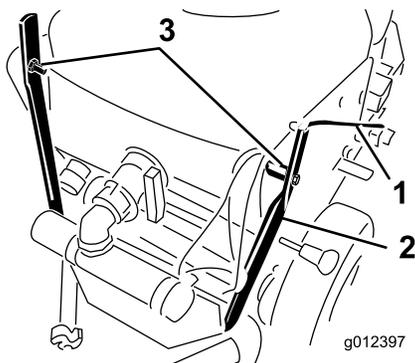

Figura 3
1. Rimuovete la coppiglia a forcina, la rondella e la fascetta per cavi che ancorano del cambio durante la spedizione (Figura 3). Conservate la coppiglia a forcina e la rondella per il montaggio dell'asta del cambio.
2. Rimuovete i 2 bulloni, i 2 distanziali e i 2 dadi che fissano la stegola al supporto del serbatoio (Figura 3). Scartate i bulloni, i distanziali e i dadi.